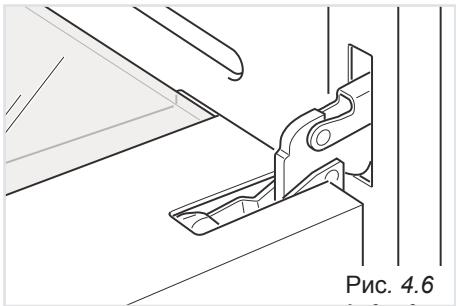

Рис. 4.6
- Полностью откройте дверцу духового шкафа (Рис. 4.6).
- Полностью откроите дверцу духового шкафа (Рис. 4.6).